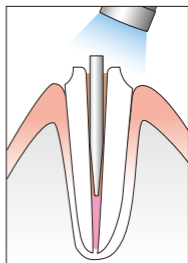

図10
- ③ ジーシー セラミックプライマーでシラン処理したファイバーポストを挿入します。挿入後5秒間光照射し、ユニフィルコア コンポジットレジン硬化させファイバーポストを仮固定します図10。